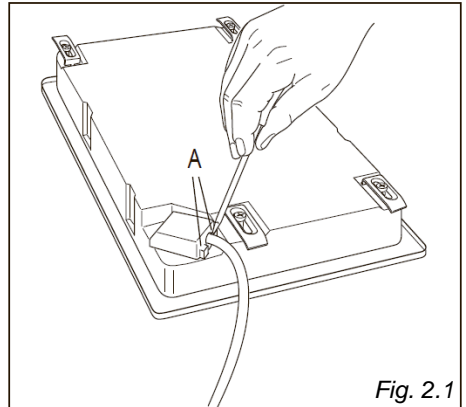
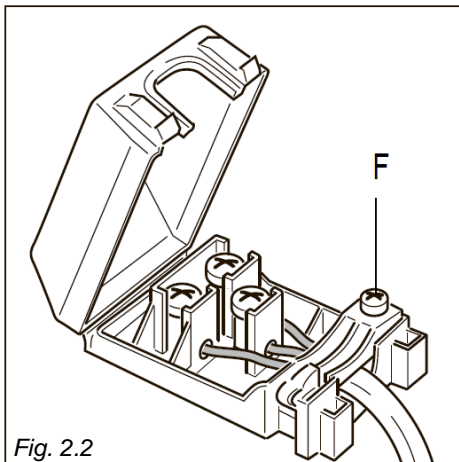

Fig. 2.1
Fig. 2.2
- Retournez la plaque de cuisson et décrochez le couvercle du bornier en introduisant un tournevis dans les deux crochets « **A** » (fig. 2.1).
- Ouvrez le presse-étoupe en dévissant la vis « **F** » (fig. 2.2), dévissez les vis de la borne et retirez le câble.
L'élément chauffant (fig. 2.2) se compose de 3 résistances électriques qui peuvent fonctionner ensemble ou séparément selon le réglage de l'interrupteur à 7 positions (fig. 2.1). Il atteint très rapidement la température requise.